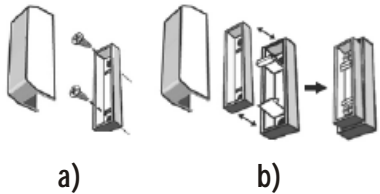

Fig. 2 – Installazione del magnete: a) SENZA distanziatore; b) CON distanziatore.
4. Fissare il magnete a 1,27 cm al massimo dall'AMC30, tramite le viti fornite. Se necessario, usare i distanziatori in dotazione (Fig. 2).
4. Mount the magnet a maximum of 1/2" (1.27 cm) from the AMC30 using the screws provided. If necessary use the spacers provided (see Fig. 2).
4. L'espace maximum entre l'émetteur et l'aimant doit être de 1,27 cm. Utiliser les cales si nécessaire (Fig. 2).